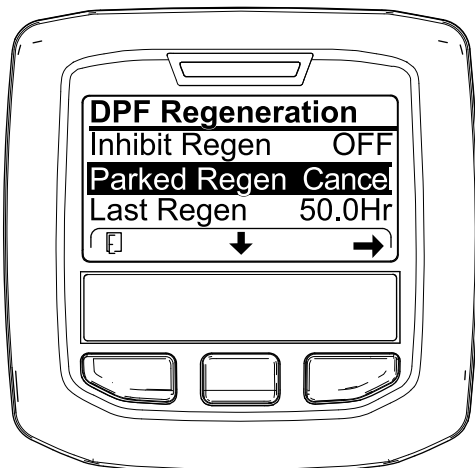

Figura 62
1. Accedete al menu DPF Regeneration (Rigenerazione FAP) (Figura 62).
2. Premete il pulsante centrale per scorrere il menu verso il basso fino all'opzione PARKED REGEN CANCEL (Figura 62) o all'opzione RECOVERY REGEN CANCEL (Figura 63).
3. Premete il pulsante destro per selezionare la voce Cancel relativa alla rigenerazione (Figura 62 o Figura 63).